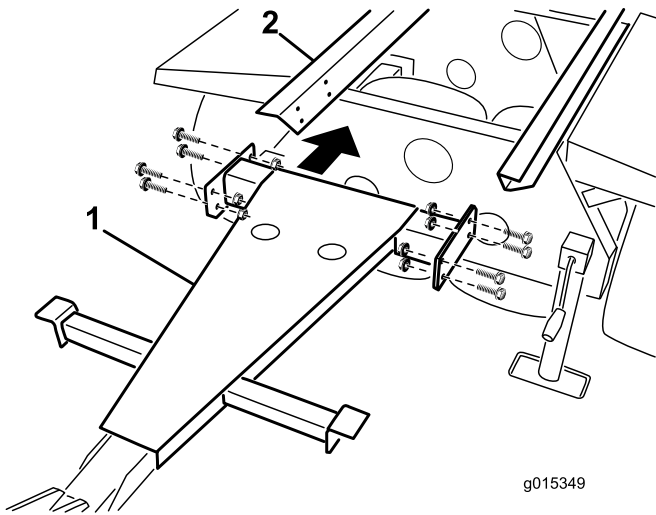

Figura 3
1. Coloque el conjunto del enganche entre los raíles laterales, alineando los taladros de montaje (Figura 3).
2. Monte provisionalmente el conjunto del enganche en cada raíl lateral con 4 pernos con arandela prensada de 1/2 x 1-1/2 pulgada y tuercas con arandela prensada de 1/2 pulgada (Figura 3).